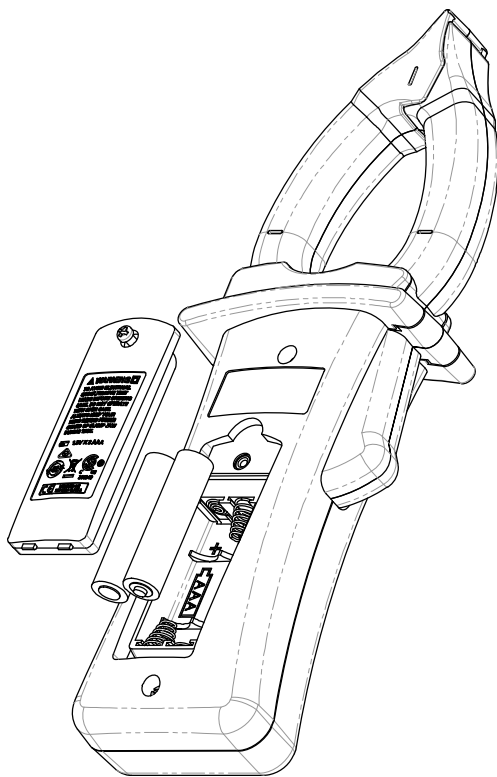

Figura 1-1 Instalación de las pilas
- 1 Abra la tapa de la pila.** Afloje el tornillo con un destornillador Phillips adecuado y extraiga la cubierta de las pilas tal como se muestra en la Figura 1-1.